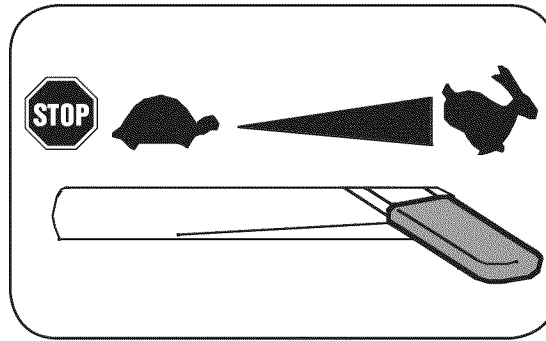

Figura 4-2
3. La palanca de control del regulador está ubicada sobre el motor. Mueva la palanca de control del regulador del motor a la posición FAST (velocidad rápida) o START (encendido). Vea la Figura 4-2.